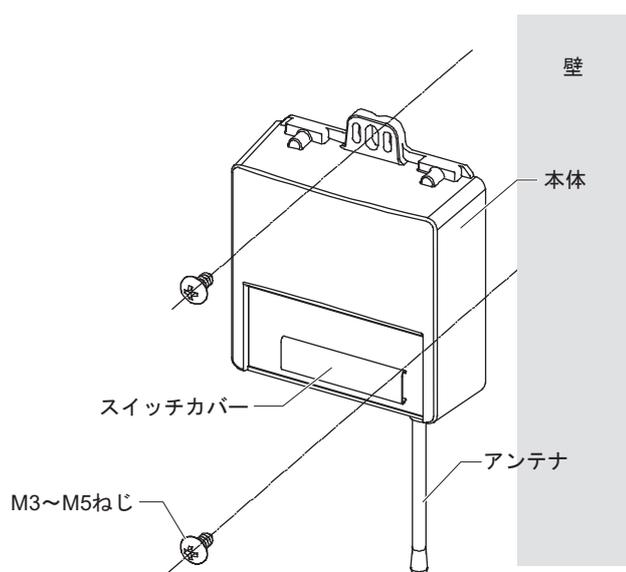

図12
(3) 壁直接取付 (図12参照)
- ① スイッチカバーを手前に引っ張ってはずし、周波数チャンネルとグループアドレスおよびUTアドレスを設定します。